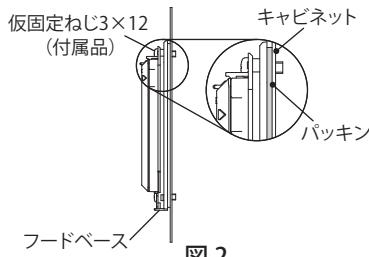

図 2
3. フードベースをキャビネット取付面に合わせ、キャビネットとパッキンが密着するまで仮固定してください。(図 2、3)